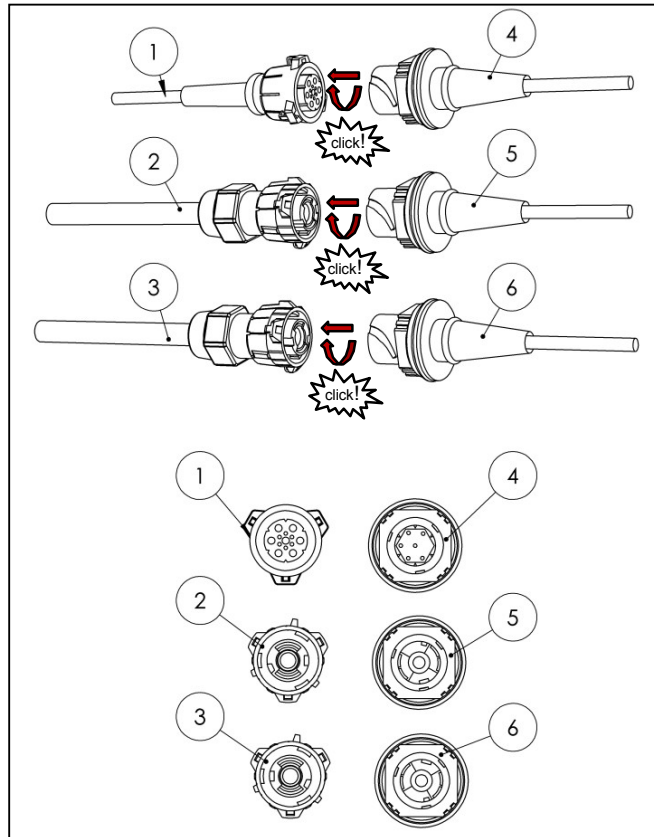

Fig. 51
- Conecte el cable de alimentación y el cable de la unidad de interruptores de cabina a los enchufes provistos (consulte la Fig. 51).